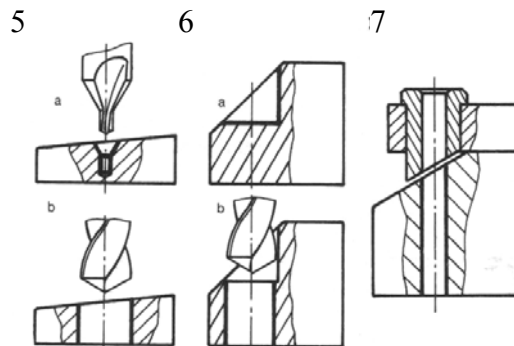

Figure 5, 6, 7
a) Sur faible pente (figure 5)
- Centrer le trou (figure 5.a).
- Percer au diamètre voulu (figure 5.b). (Faible pression sur le foret au début du perçage.)